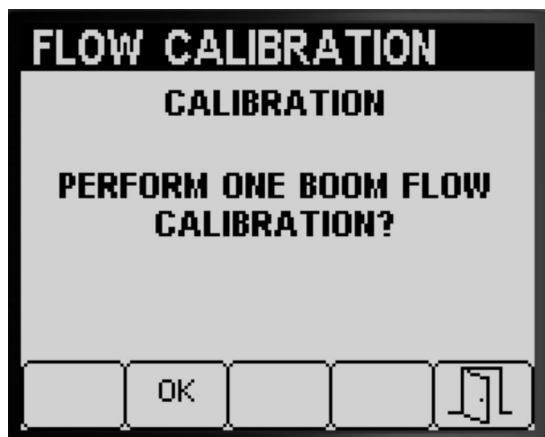

Рисунок 59
- Если вам не нужно выполнять калибровку двух секций опрыскивателя, нажмите кнопку 5 для возврата на экран Calibrate (Калибровка) (Рисунок 59).
Если вы завершили калибровку трех секций опрыскивателя и калибровку двух секций опрыскивателя, инфо-центр предложит выполнить калибровку одной секции опрыскивателя (Рисунок 59); выполните одно из следующих действий:
- Если вам не нужно выполнять калибровку одной секции опрыскивателя, нажмите кнопку 5 для возврата на экран Calibrate (Калибровка) (Рисунок 59).